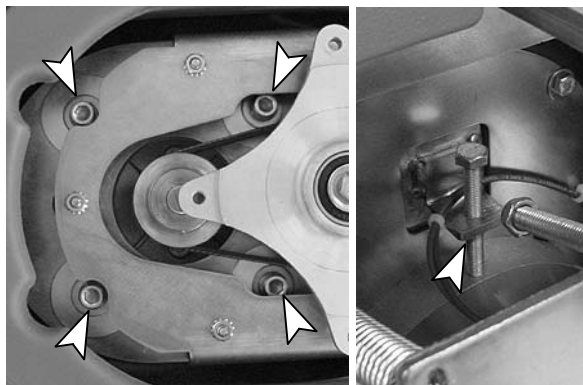

FIG. 14
- Desserrez les quatre vis de fixation du moteur et le contre-écrou du boulon de réglage de tension de la courroie, comme illustré (Figure 14).